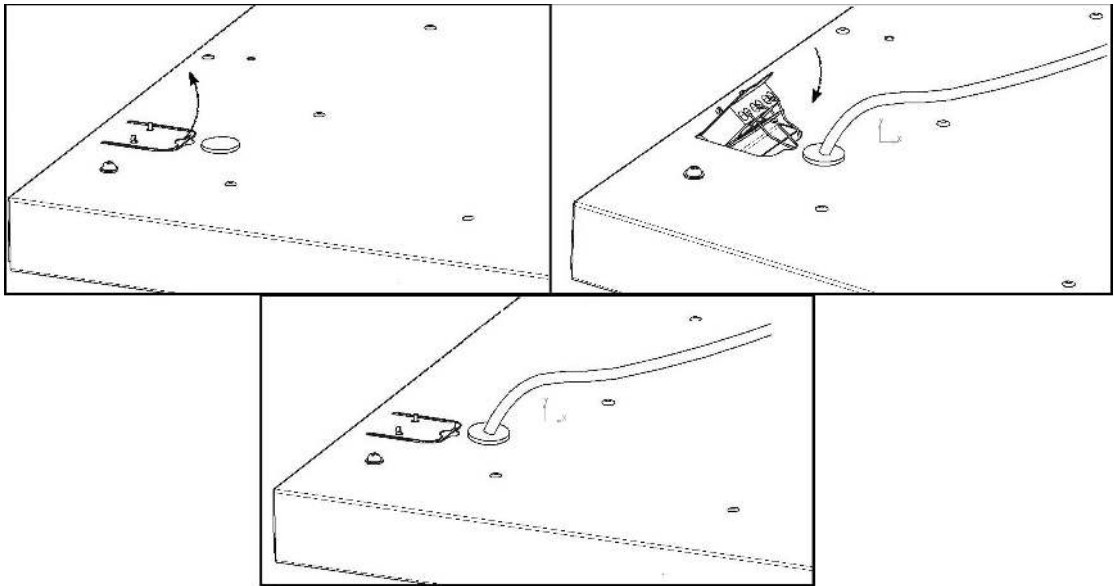
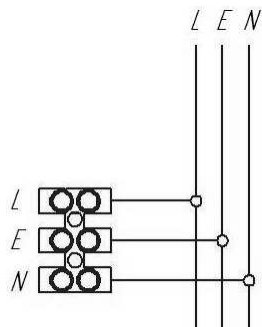

Рисунок 5 - Схема подключения светильника
Рисунок 6 - Схема подключения светильника к сети
5.4 Отогните язычок с клеммной колодкой (см. рисунок 5) и подключите сетевой провод к клеммной колодке (см. рисунок 6).
5.9 Отогните язычок с клеммной колодкой (см. рисунок 5)
5.10 Подключите сетевые провода согласно схеме (см. рисунок 6).